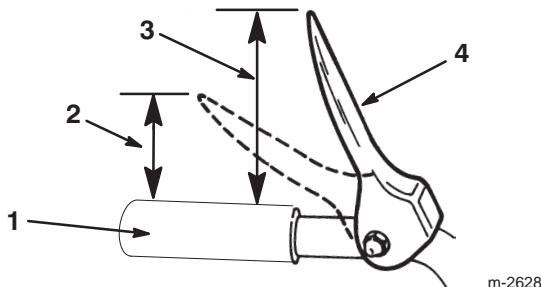

Bild 11
- Überprüfen Sie den Abstand zwischen der Oberkante des Handgriffs und der Unterkante des Betätigungshebels für Schnecke/Gebläserad. Der Abstand sollte circa 10 cm betragen (Bild 11).
Hinweis: Die zum Drücken des Hebels aufzuwendende Kraft erhöht sich merklich, wenn der Antriebsriemen für Schnecke/Gebläserad vollkommen gespannt ist (ca. die Hälfte des Hebelweges). Die Einstellung ist korrekt, wenn die Kraft zunimmt und der Abstand zwischen der Oberkante des Handgriffs und der Unterkante des Betätigungshebels für Schnecke/Gebläserad 5 cm beträgt (Bild 11).